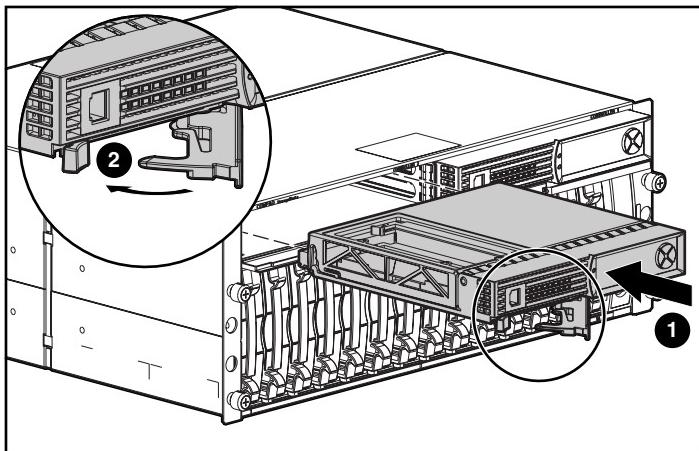

Figura 4: Instalación del Controlador de sustitución
3. Inserte el Controlador de sustitución como se muestra en la Figura 4, ①.